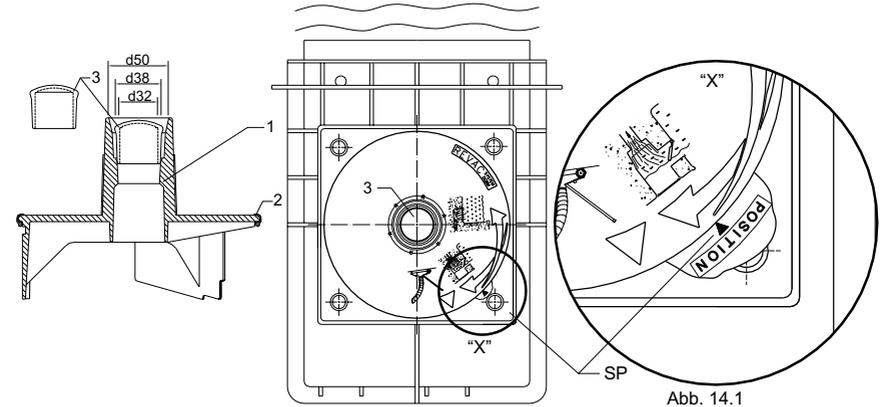

Abb. 14.1
2.7 Das REVAC-Reguliersystem (Art. 103003) für Skimmer VS 30 (Abb. 14.1 und 14.2)
2.7 The REVAC regulating system (Item 103003) for VS 30 skimmers (Figs 14.1 and 14.2)